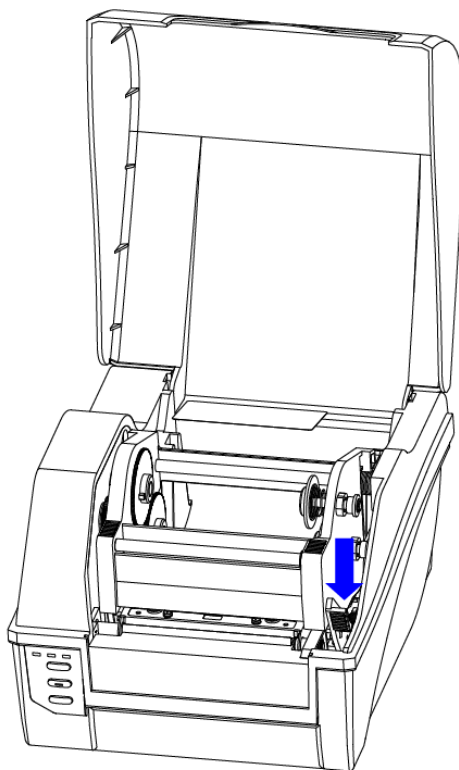

Рисунок 2-4 Разблокировка модуля печатающей головки
1. Поднимите крышку и нажмите на рычаг освобождения печатающей головки, чтобы открыть модуль печатающей головки, см. рисунок 2-4.